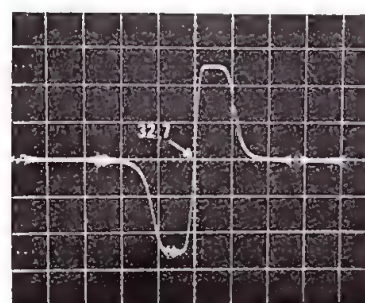

Fig. 4.
b. - Injecter le signal 32,7 MHz au point PT 1 H (platine F.I. - Chroma, au voisinage du circuit intégré IC 131). Connecter l'oscilloscope au point 2 de 1 AF. Régler T 131 et T 132 pour obtenir une courbe conforme à la figure 4.